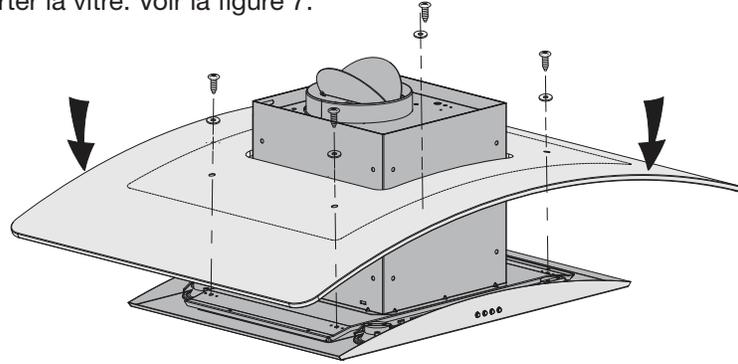

Figure 5
- Utilisez 4 vis M4 × 22 mm avec rondelles pour fixer le verre dans la hotte. Voir la figure 5.